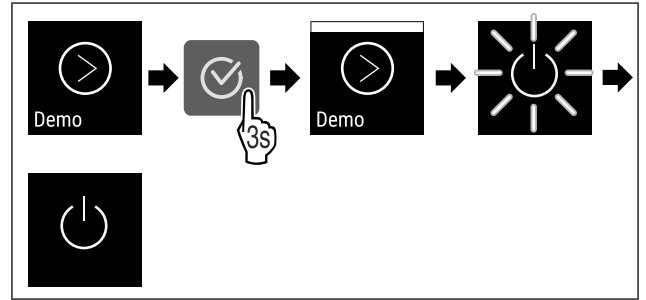

Fig. 110
- ▶ Suivre les étapes (voir Fig. 110).